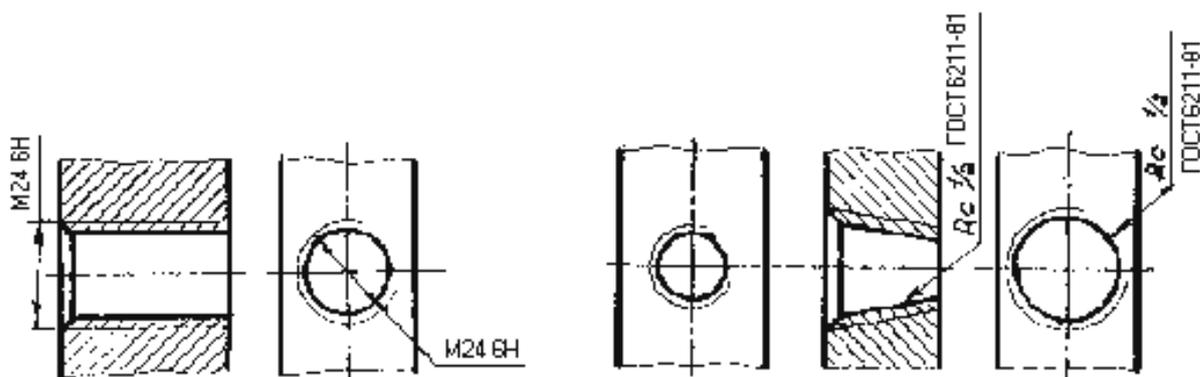

Рисунок 4.2 - Изображение и обозначение резьбы в отверстии
2. В отверстии – сплошными основными линиями по внутреннему диаметру резьбы и сплошными тонкими линиями – по наружному диаметру (см. рисунок 4.2).